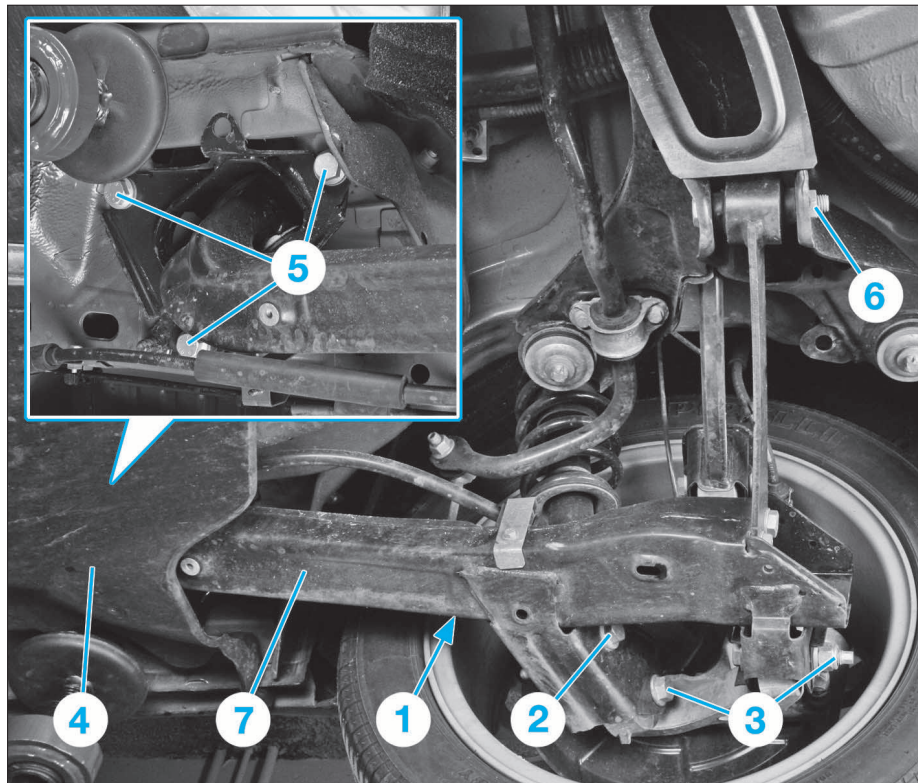

FIG. 19
- Déposer (Fig.19) :
- la fixation (1) de la biellette de barre stabilisatrice sur le bras longitudinal.
- la fixation (2) de l'amortisseur sur le bras longitudinal.
- les fixations (3) du bras longitudinal à la fusée.
- le cache (4).
- les vis (5) du bras longitudinal sur la caisse.
- la fixation (6) du bras longitudinal sur l'essieu arrière.
- Déposer le bras longitudinal (7).